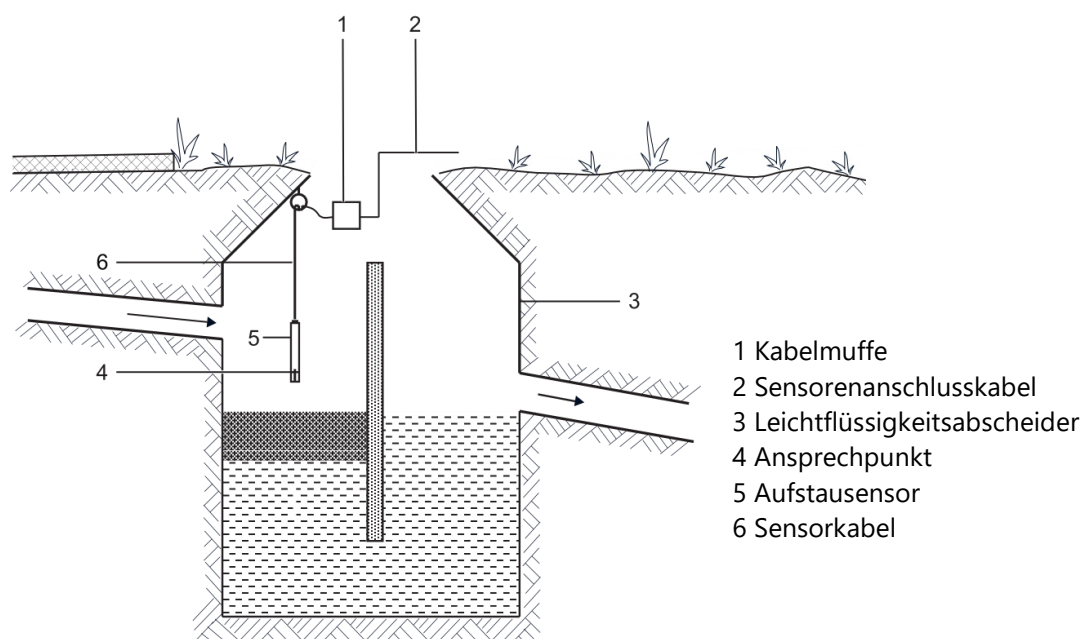

Abbildung 4: Aufstausensor T L Plus, Installation
Der Aufstausensor wird an seinem Sensorkabel (6) so in den Leichtflüssigkeitsabscheider (3) gehängt, dass er sich nicht im Zulaufbereich des Abscheiders befindet, wo eine erhöhte Gefahr der Verschmutzung oder Störung durch spritzende Flüssigkeit besteht (siehe Abbildung 4: Aufstausensor T L Plus, Installation). Befestigungsart und -materialien sind von den örtlichen Errichtungsvorschriften und dem Material des Abscheiders (Beton, Kunststoff, Metall etc.) abhängig.